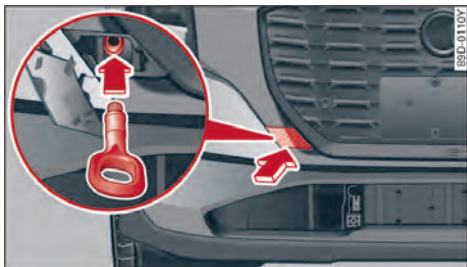

图 180 前保险杠：旋入拖车环
- ▶ 短促有力地向内按封盖⇒ 图 180。封盖从保险杠上自行脱开。